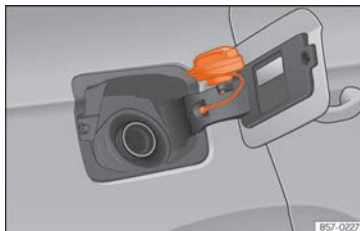

Fig. 61 Tapa del depósito con el tapón encajado.
- Colóquelo en el espacio que hay en la bisagra de la tapa abierta »» **fig. 61**.